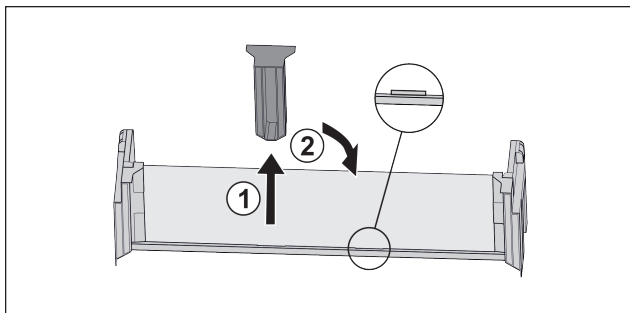

Fig. 110
- ▶ Wyciągnąć środkowy element trzymający Fig. 110 (1).
- ▶ Włożyć środkowy element trzymający na środkowej pozycji Fig. 110 (2).